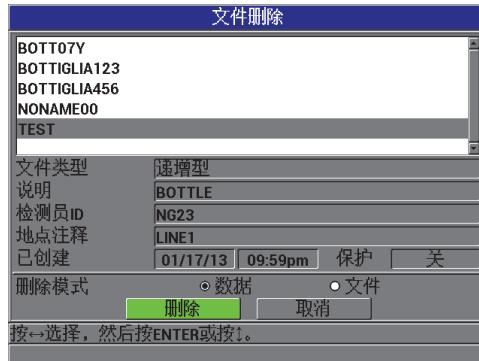

图 7-12 文件删除屏幕
2. 在文件删除屏幕中 (参见第 126 页的图 7-12), 从列表中选择要删除的文件。